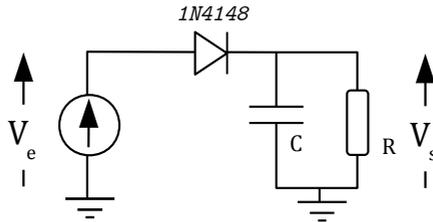

FIGURE 1.3 – Circuit détecteur de crête
Le circuit de détection d'enveloppe que l'on étudie dans un premier temps est un simple détecteur à diode (figure 1.3).
**M**  $\rightsquigarrow$  Réaliser le circuit de la figure 1.3 avec  $R = 10\text{ k}\Omega$ ,  $C = 100\text{ nF}$ . Observer la tension de sortie pour des fréquences du signal d'entrée fixées à  $f = 3\text{ kHz}$  et  $F = 100\text{ Hz}$ .